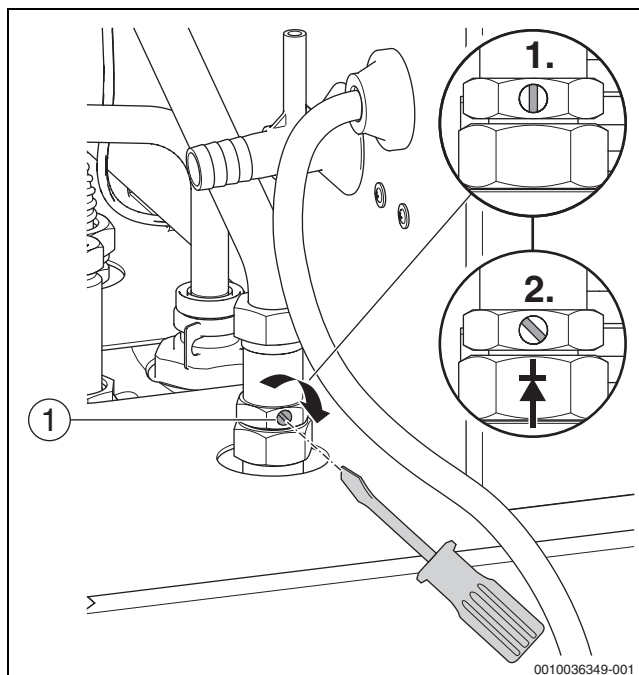

Bild 29 Rückschlagventil manuell öffnen ([1.] = offen; [2.] = geschlossen)
- Mit einem Schraubendreher die Schraube (→ Bild 29, [1]) in Mittelstellung (senkrecht = offen) bringen [1.].